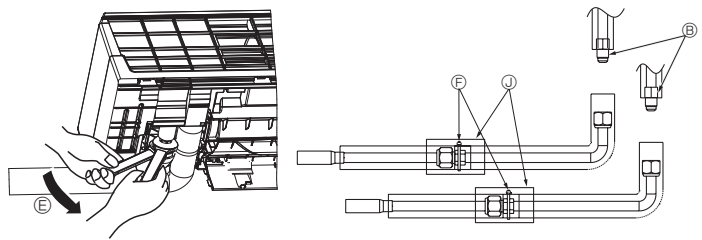

Fig. 3-18
- (6) Dirija el conector en forma de L hacia la dirección de salida de la tubería y apriételo con dos llaves. (Fig. 3-18)